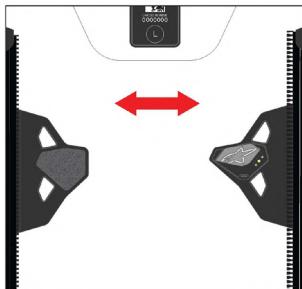

Figure 13 : Comment éteindre le système
Pour maintenir le système hors tension, laissez le rabat avant (3) ouvert et dézippé, comme illustré à la figure 13. Gardez toujours le système dans cet état lorsqu'il est stocké, transporté ou expédié.
ATTENTION ! Mettez TOUJOURS le système hors tension en ouvrant le rabat avant (3) comme indiqué dans la figure 13 lorsque vous ne conduisez pas une moto, même si vous continuez à porter le système. Bien que le système ait été évalué pour un certain nombre d'activités autres que la conduite, le fait de le garder allumé et/ou actif augmente la possibilité d'un déploiement non désiré et épuise la batterie.